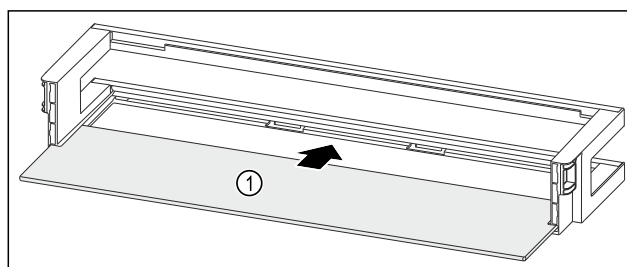

Fig. 93 Türabsteller mit Abstellfläche
- ▶ Abstellfläche Fig. 93 (1) in die seitlichen Einsparungen einschieben.